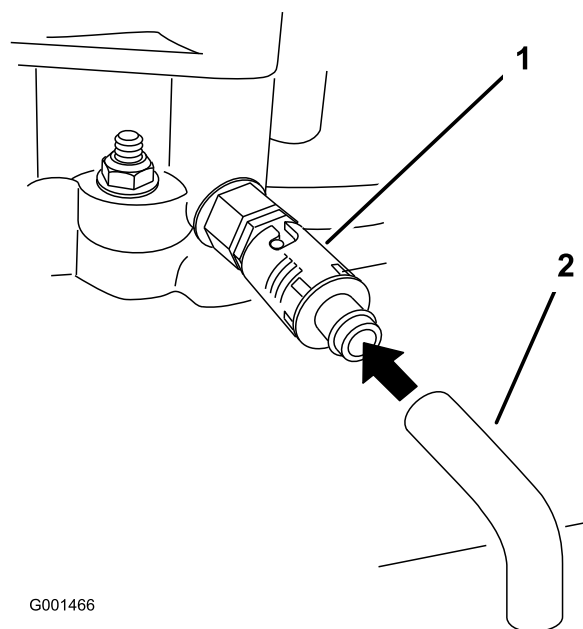

Figura 35
6. Collocate una bacinella sotto il tubo di spurgo. Girate la valvola di spurgo dell'olio per lasciare defluire l'olio (Figura 35).
8. Togliete il tappo di spurgo (Figura 35).